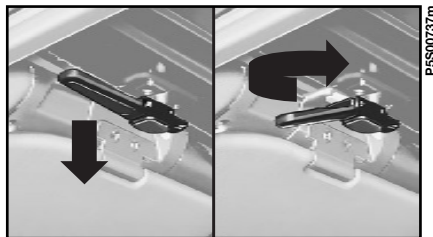

fig. 65
1) Dall'interno della vettura, abbassare le alette parasole e sbloccare l'hard top dalla traversa parabrezza abbassando e ruotando le apposite maniglie **fig. 65** verso l'interno vettura.